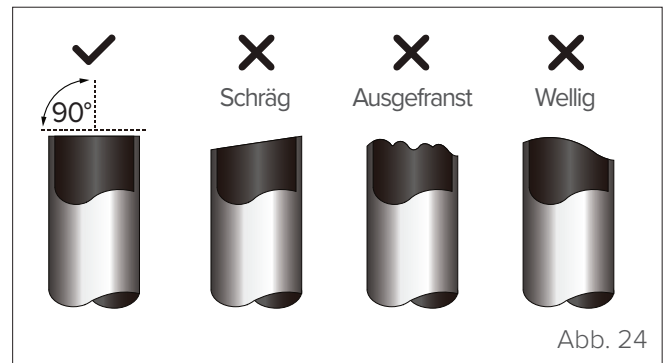

Abb. 24
- 3 Sicherstellen, dass das Rohr in einem perfekten 90°-Winkel geschnitten wird. Siehe „Abb. 24“ für Beispiele von unsauber ausgeführten Schnitten.